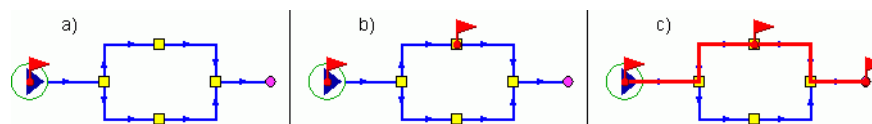

Рисунок 17.2. Построение пьезометрического графика
2. Подведите курсор мыши к начальному объекту (например, к насосу) и нажмите левую кнопку мыши, после чего на выбранном объекте будет установлен красный флажок (смотрите Рисунок 17.2, «Построение пьезометрического графика» а);
3. Щелчком левой кнопкой мыши поставьте флажок на конечном объекте (например, проблемном потребителе). При существовании нескольких маршрутов до конечного узла (в кольцевых сетях) установите флажки на промежуточных узлах сети (смотрите Рисунок 17.2, «Построение пьезометрического графика» б). Также можно указать участки, по которым не будет проходить маршрут. Для этого, удерживая клавишу Ctrl, щелкните левой кнопкой мыши по тем участкам, по которым не будет проходить маршрут, они отметятся красным крестиком;
4. Подведите курсор к конечному узлу и установите флажок двойным нажатием левой кнопки мыши, в результате на конечном узле будет установлен флажок, а выбранный маршрут для построения графика высветится красным цветом (смотрите Рисунок 17.2, «Построение пьезометрического графика» в);